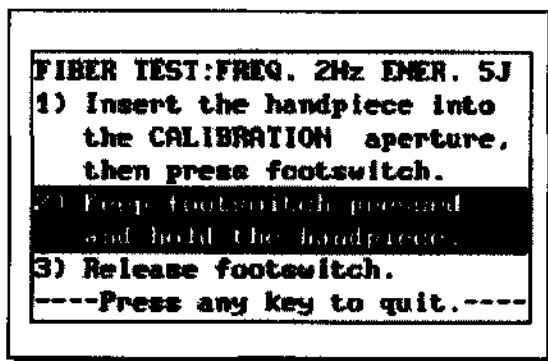

Рис. 7-10. Проверка световода.
2. После нажатия на педаль на экране черными буквами на белом фоне будет выделено сообщение, приведенное на Рис. 7-10. Удерживайте педаль управления до окончания проверки. Если досрочно отпустить педаль, то проверка световода будет прекращена.